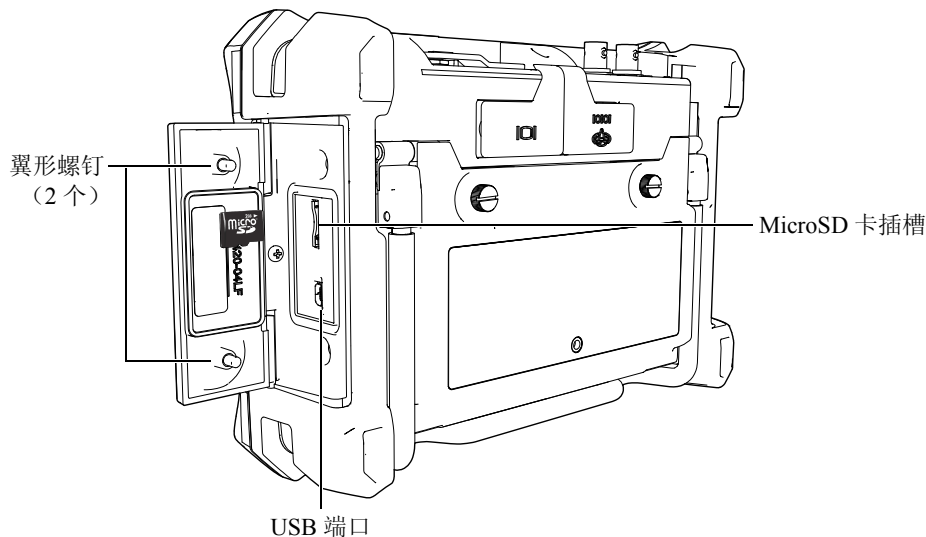

图 1-12 侧面舱盖
2. 拧松两个翼型螺钉，打开 EPOCH 600 仪器侧面的舱盖（参见第 28 页的图 1-12）。
4. 将卡小心地插入 MicroSD 的插槽，听到“喀嚓”声，表明卡已固定到位（参见第 28 页的图 1-12）。